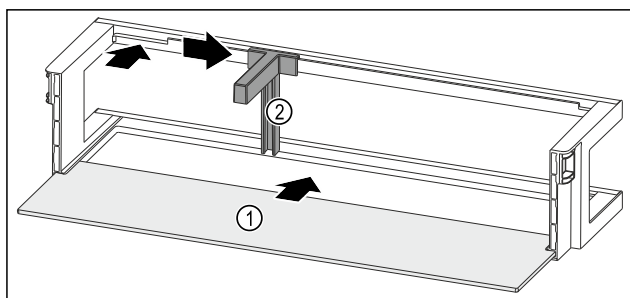

Fig. 136 Dveřní přihrádka s odkládací plochou
- Odkládací plochu Fig. 136 (1) zasuněte do bočních vybrání.
- Držák lahví Fig. 136 (2) vložte do vybrání.
- Držák lahví Fig. 136 (2) posuňte na stranu do požadované polohy.